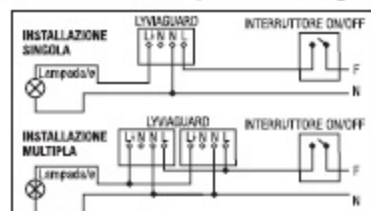
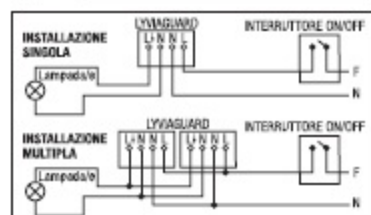

FIG. 5
FIG. 6
- Controllare il circuito elettrico che deve essere realizzato secondo gli schemi di fig. 5 e 6.
Consigliamo di collegare a monte dell'alimentazione del rilevatore di presenza un interruttore, in modo da poter comandare a piacimento l'inserzione del rilevatore (vedi fig. 5). Seguite queste istruzioni per usare il vostro LYVIADECT nel migliore dei modi. Il collegamento elettrico di LYVIADECT può essere effettuato utilizzando 3 o 4 fili. Un esempio di collegamento a 3 fili è rappresentato in fig. 5; mentre per il collegamento a 4 fili bisogna far riferimento alla fig. 6. Il filo Neutro va collegato al morsetto N; il filo di Fase va collegato al morsetto L; il filo di Ritorno verso la lampada va collegato al morsetto L↓.